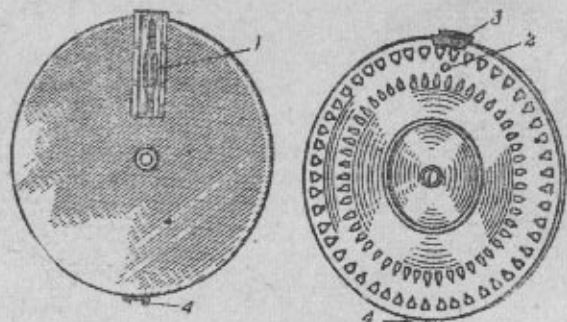

Рис. 23. Магазин:
18. Магазин (рис. 23) служит для помещения 47 патронов (магазины прежних годов изготовления рассчи-